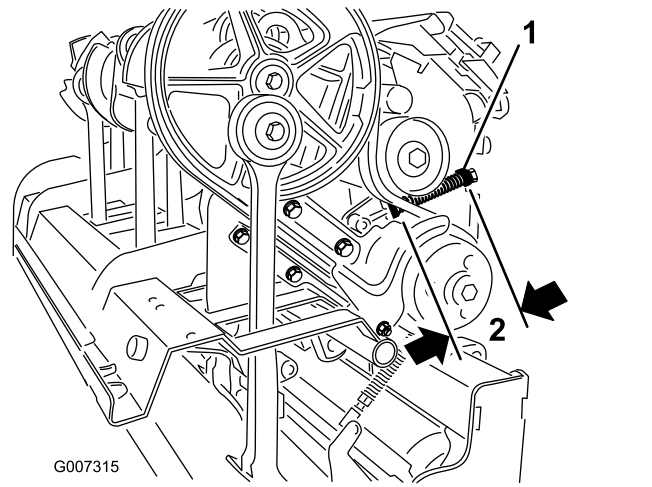

Figure 35
- C. Desserrez le contre-écrou de fixation de la retenue du ressort (Figure 35).
- D. Réglez le dispositif de retenue de sorte à comprimer le ressort à la longueur voulue (Figure 35).